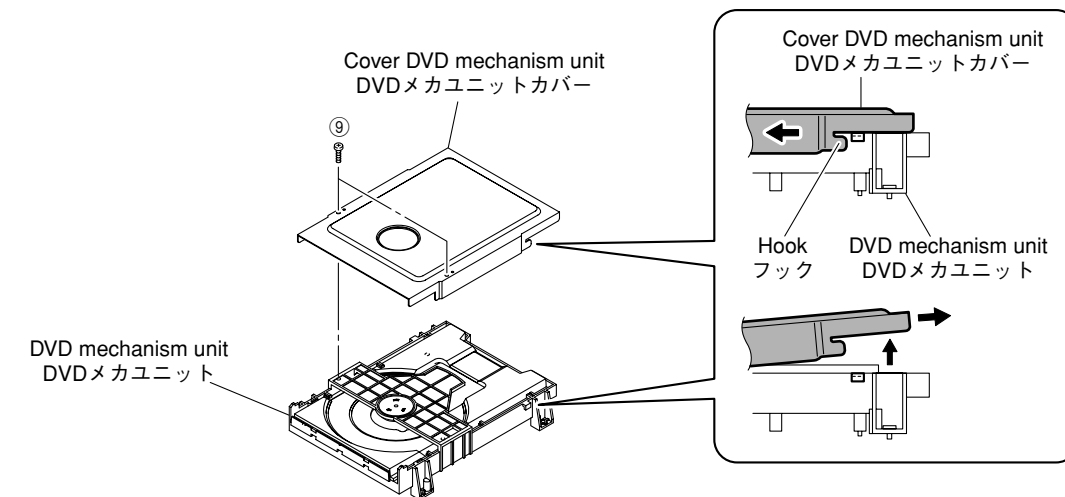

Fig. 4
- Remove 2 screws (⑨). (Fig. 4)
- Lift the front of the cover DVD mechanism unit a little and slide it to release the hook. Then lift the rear of the cover DVD mechanism unit and remove it rearward. (Fig. 4)
- ⑨のネジ2本を外します。(Fig. 4)
- DVDメカユニットカバーの前側を少し持ち上げ、スライドさせてフックを外します。次に、DVDメカユニットカバーの後側を持ち上げ後方へ取り外します。(Fig. 4)